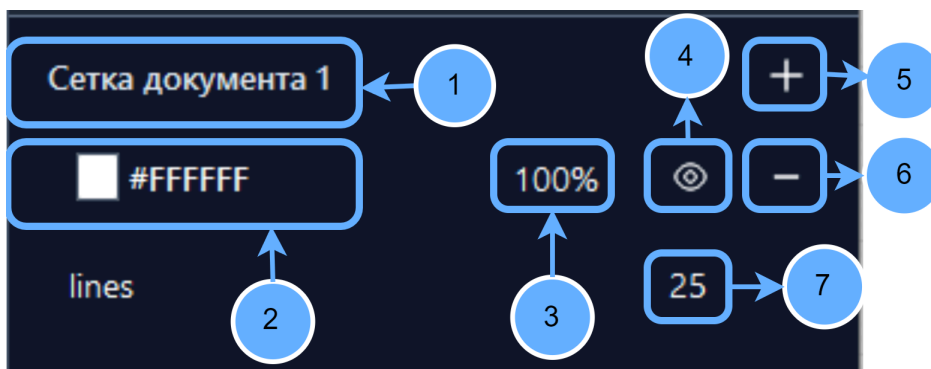

Рисунок 21 – Правая панель, настройка сетки схемы
**Настройка фона** (рис. 21). Для добавления сетки на холст нажмите  (5). Для удаления сетки нажмите на  (6). Для изменения прозрачности нажмите на поле  (3), введите новое значение. Для изменения цвета сетки нажмите на поле , откроется окно выбора цвета линий, а также можно настроить насыщенность линий. (2). Для изменения количества линий на холсте нажмите на поле  (7). Введите новое значение.